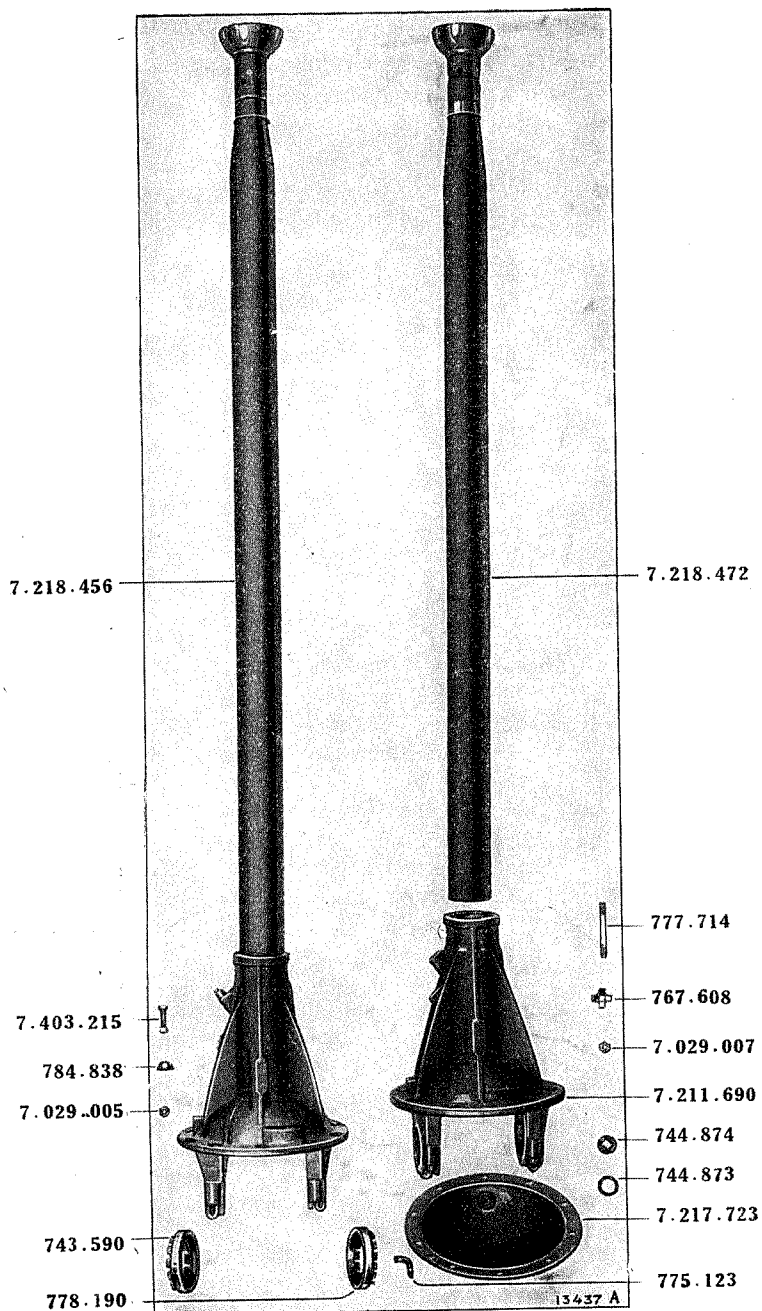

FIG. 12. — Couvercles, bouchons, tube de poussée et boîtier support de tube conique.
- X.7.218.456 — Tube de poussée avec rotule et boîtier-support de couple conique (longueur de l'avant à la face d'appui sur le corps de pont arrière 1 m. 870) (Voir fig. 12.) 1
- X.7.218.472 — Tube de poussée avec rotule, sans boîtier-support de couple conique (longueur totale 1 m. 633). (Voir fig. 12.) 1
(Voir fig. 12.)